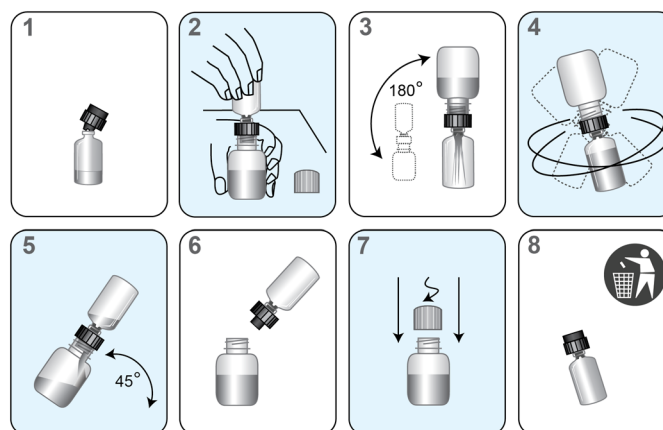

Figura 2. Processo di ricostituzione
- b. Aprire il flacone del reagente liofilizzato e inserire con fermezza l'estremità indentata del collare di ricostituzione nell'apertura del flacone (Figura 2, Passaggio 1).
- c. Aprire il flacone della soluzione di ricostituzione corrispondente e disporre il tappo su una superficie di lavoro pulita e coperta. Tenendo il flacone della soluzione sul banco, inserire con fermezza l'altra estremità del collare di ricostituzione nell'apertura del flacone (Figura 2, Passaggio 2).
- d. Capovolgere lentamente la bottiglia con il flacone collegato. Lasciar drenare la soluzione dal flacone alla fiala di vetro (Figura 2, Passaggio 3). Attendere che il reagente liofilizzato vada in soluzione, quindi agitare ruotando delicatamente la soluzione nel flacone di vetro per miscelarla. Nel roteare il flacone, evitare la formazione di schiuma (Figura 2, Passaggio 4).
- e. Capovolgere il gruppo e inclinarlo ad un angolo di 45° per ridurre al minimo la formazione di schiuma (Figura 2, Passaggio 5). Lasciare che tutto il liquido ritorni nella bottiglia di plastica.
- f. Rimuovere il collare di ricostituzione e la fiala di vetro (Figura 2, Passaggio 6).
- g. Richiudere il flacone di plastica (Figura 2, Passaggio 7). Annotare le iniziali dell'operatore e la data di ricostituzione su tutte le fiale di reagente ricostituito. Assicurarsi di annotare l'analita (PCA3 o PSA) sui flaconi del reagente sonda.
- h. Gettare via sia il collare di ricostituzione che la fiala di vetro (Figura 2, Passaggio 8).